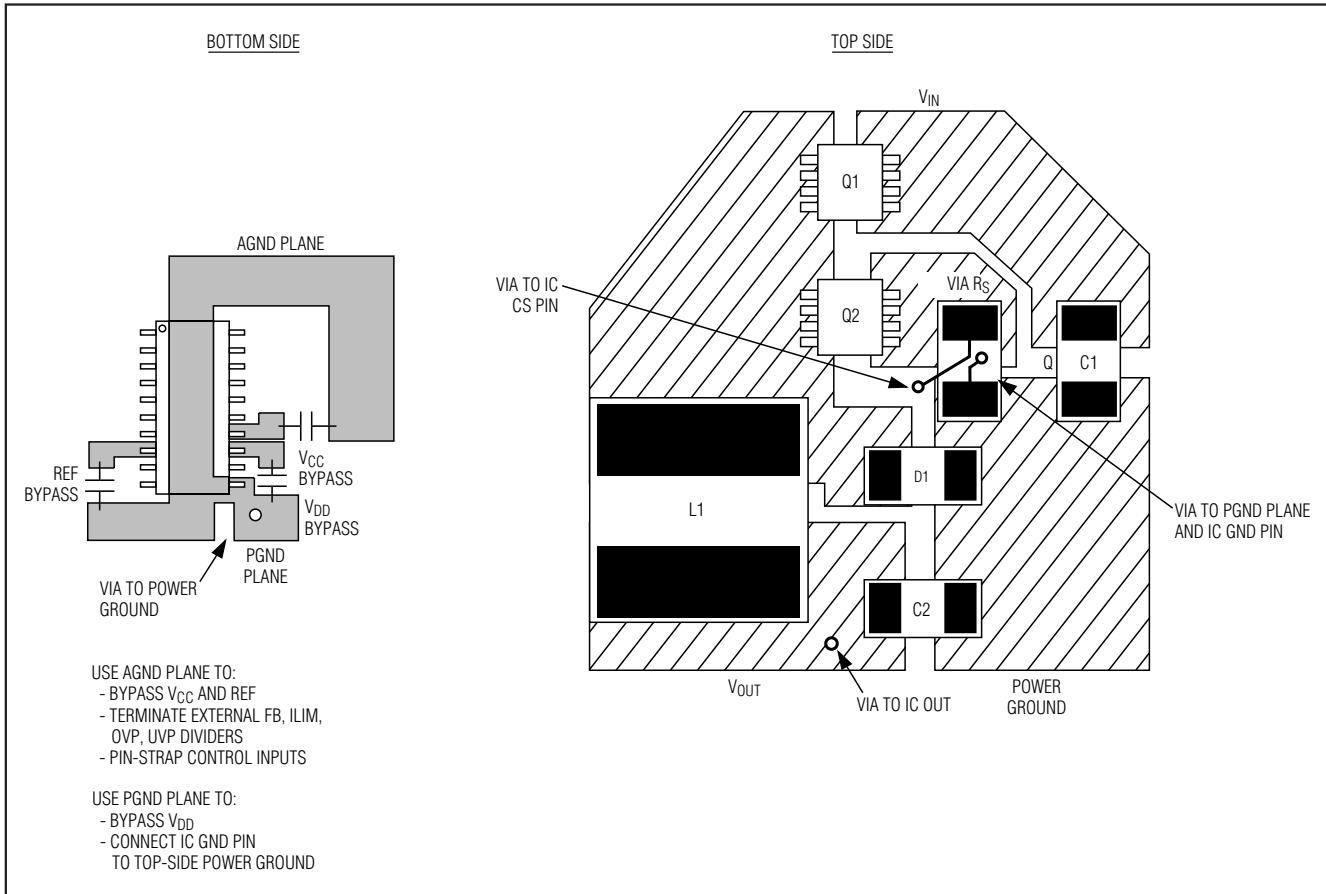

图9. 功率级PCB布局实例
合理的PC板布局对实现低开关损耗和干净、稳定的工作非常重要。在布设开关功率级电路时更需要特别注意(图9)。如果有可能的话，应将所有功率元件安装在电路板的顶层，并使它们的接地端靠在一起。良好的PC板布局应遵守以下准则：
- 4) 按图9所示连接DC-DC控制器的接地端。该图可被视作有两个独立的地层：一个是连接所有大功率元件的功率地；另一个是连接敏感模拟元件的模拟地。模拟地层和功率地层必须在IC上单点直接会合。